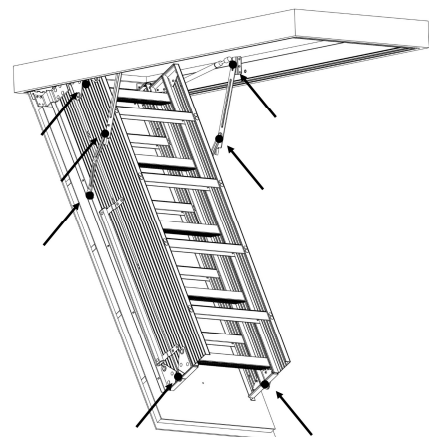

FIGURA 34 : PUNTOS DE LUBRICACIÓN
- 3.- Periódicamente lubrique (se recomienda usar silicona en aerosol) los puntos pivote del mecanismo del brazo derecho e izquierdo (ensamble de brazo de poder) y cada bisagra para proporcionar un funcionamiento suave y duradero. Siga las flechas en la **Figura 34**.